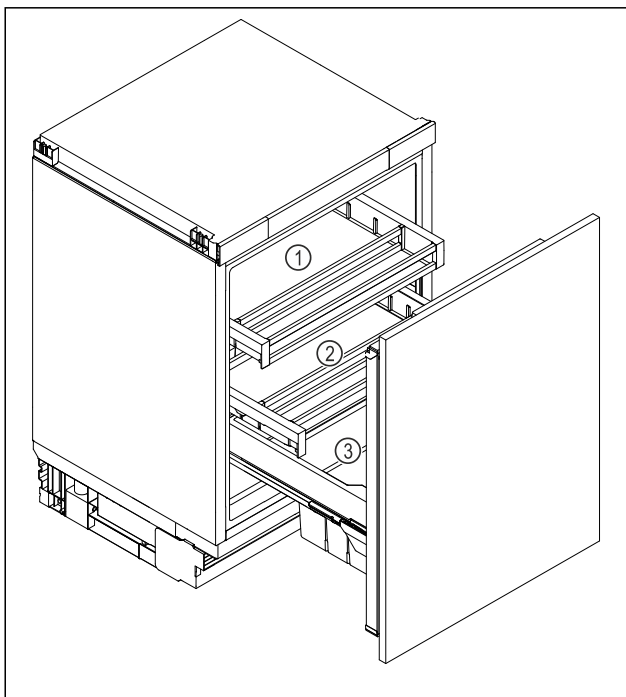

Fig. 6
- Sertar superior Fig. 6 (1): Depozitați unt, brânză, conserve și tuburi.
- Sertar inferior Fig. 6 (2): Depozitați alimente perisabile, precum mâncăruri, pește, produse din carne și mezeluri.
- Cutie pentru fructe și legume Fig. 6 (3): Depozitați fructe și legume ambalate.
- Compartiment pentru băuturi Fig. 6 (3): Depozitați sticle individuale.